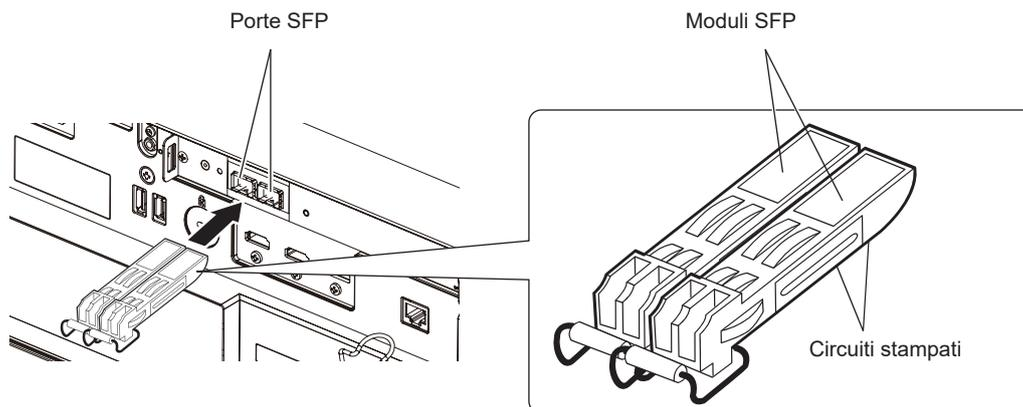

Fig. 1
**2) Installare il modulo SFP nella porta SFP. (Fig. 1)**